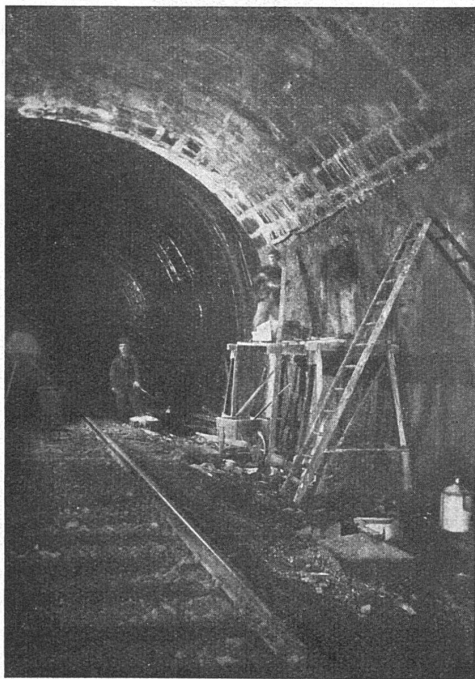

Abb. 12. Abdichtung des Tunnels Aue der deutschen Reichsbahngesellschaft während des Wasserdruckes mit *Sika*.
*Sika 3* ist ebenfalls schnellbindend. Dieses Produkt wird speziell zur Verdichtung von wasserdurchlässigen Steinquaderfugen (z. B. im Quadermauerwerk der Eisenbahntunnels etc.) verwendet (Abb. 12). Bei Verarbeitung von frischem Portlandzement beginnt das Abbinden in einer Minute und ist innerhalb 5 Minuten beendet, so dass ein sehr rasches Arbeiten möglich ist.